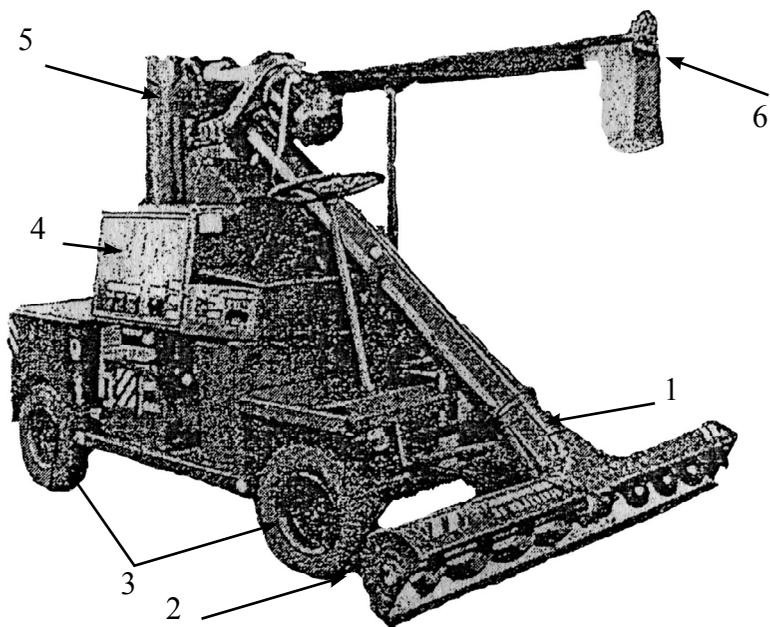

Рис.3.1. Протравливатель семян ПС - 10 АМ
- 3.1 Протравливатель семян универсальный ПС-22 (рис. 3.1) представляет собой автоматическую самоходную установку с электроприводом основных механизмов.